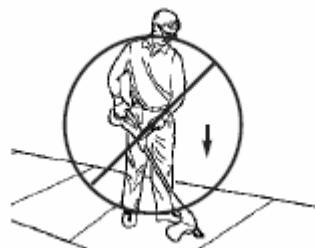

Fig. 20
8. **NO GOLPEE EL RECORTADOR CONTRA EL PAVIMENTO.** Esto puede dañar el cabezal de hilo (Fig.20). El **cadena cabezal** tiene alimentación automática.